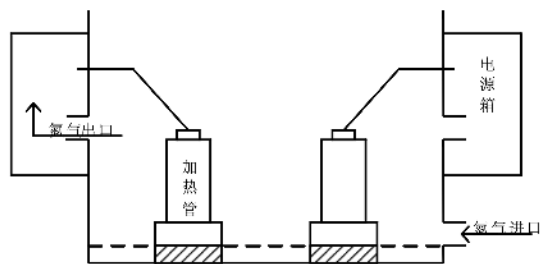

图2 改造前加热器氮气置换路线
(4)熔盐电加热器在启用之前,必须投用氮封,打开氮气线上的吹气装置,保持(较小)恒定的氮气流量,以保护熔盐电加热器。氮气保护管线由下向上通过电气接线盒将盐水蒸汽置换,置换中电气接线盒内热气与外界冷空气相遇形成水滴,在盐电加热器启用时,造成电气线路短路,发生崩烧故障。平均每年电气接线盒因水蒸气腐蚀,造成电气线路绝缘损害、崩烧故障2次,如图2所示。